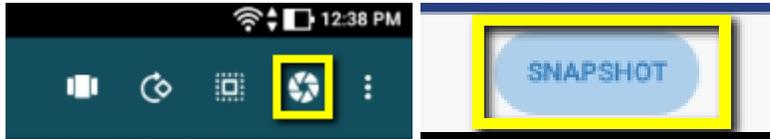
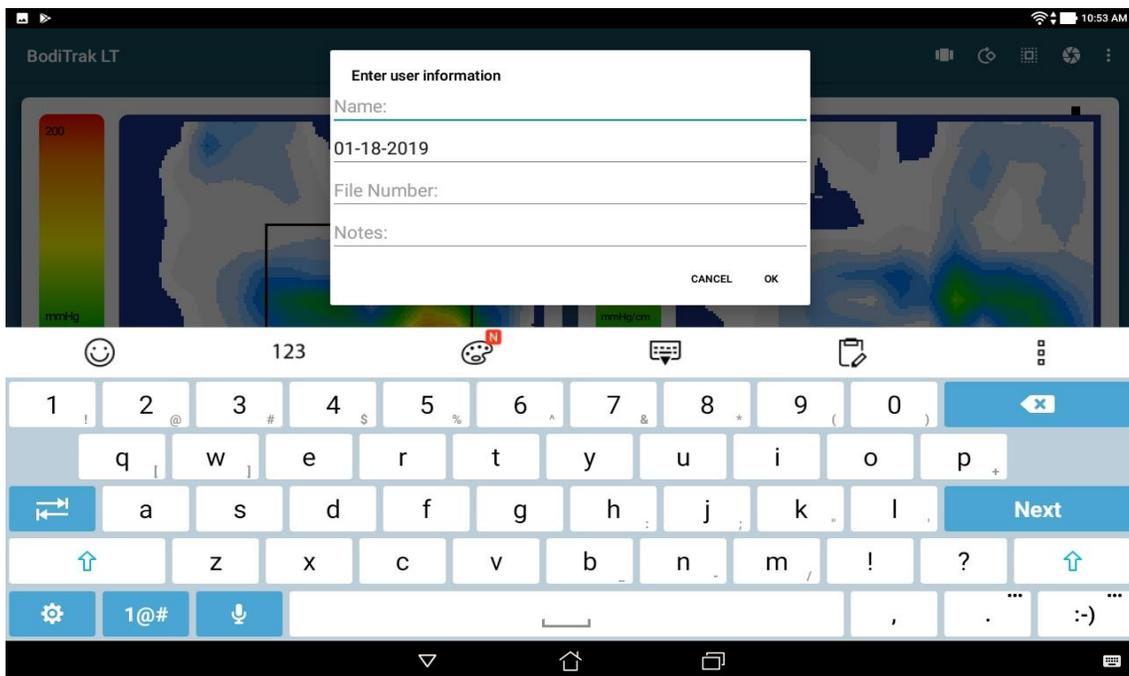

Figura 3. Seleccionar el icono Instantánea
Figura 4. Introducir la información del usuario
- Un icono Instantánea que permite realizar una captura de pantalla (Figura 3). Le permite tomar una fotografía de la pantalla actual en cualquier momento del escaneado directo. Al pulsar el botón Instantánea, se le pedirá que introduzca la información del usuario (Figura 4) y, al seleccionar OK (Aceptar), guardará la imagen.